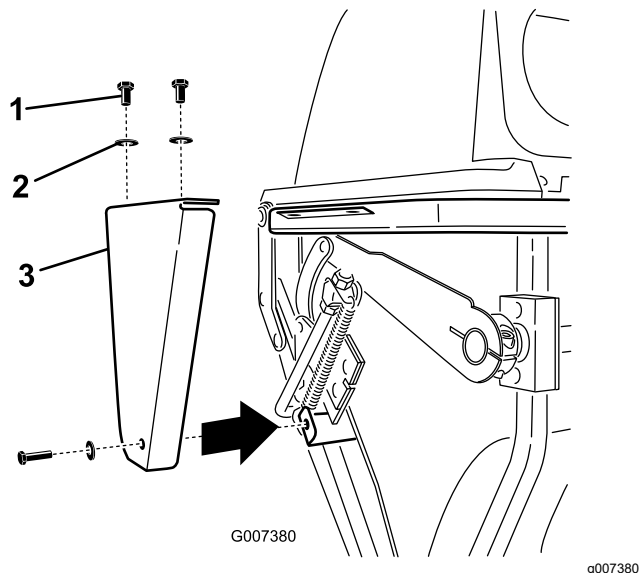

Figura 53
1. Déposez la plaque latérale de chaque côté du système de ramassage (Figura 53).